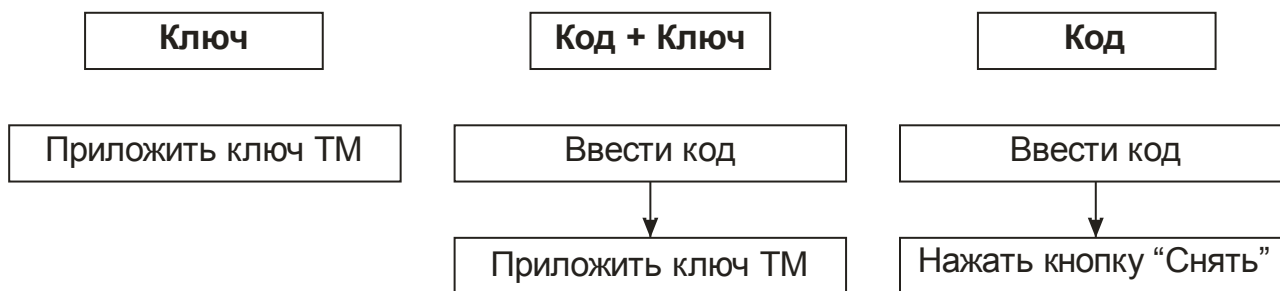

Рисунок 4. Снятие без выбора шлейфов
- до истечения промежутка времени, согласованного с ПЦН (от 1 секунды до нескольких минут), ввести код идентификации (см. рисунок 4, 5) способом, согласованным с ПЦН;